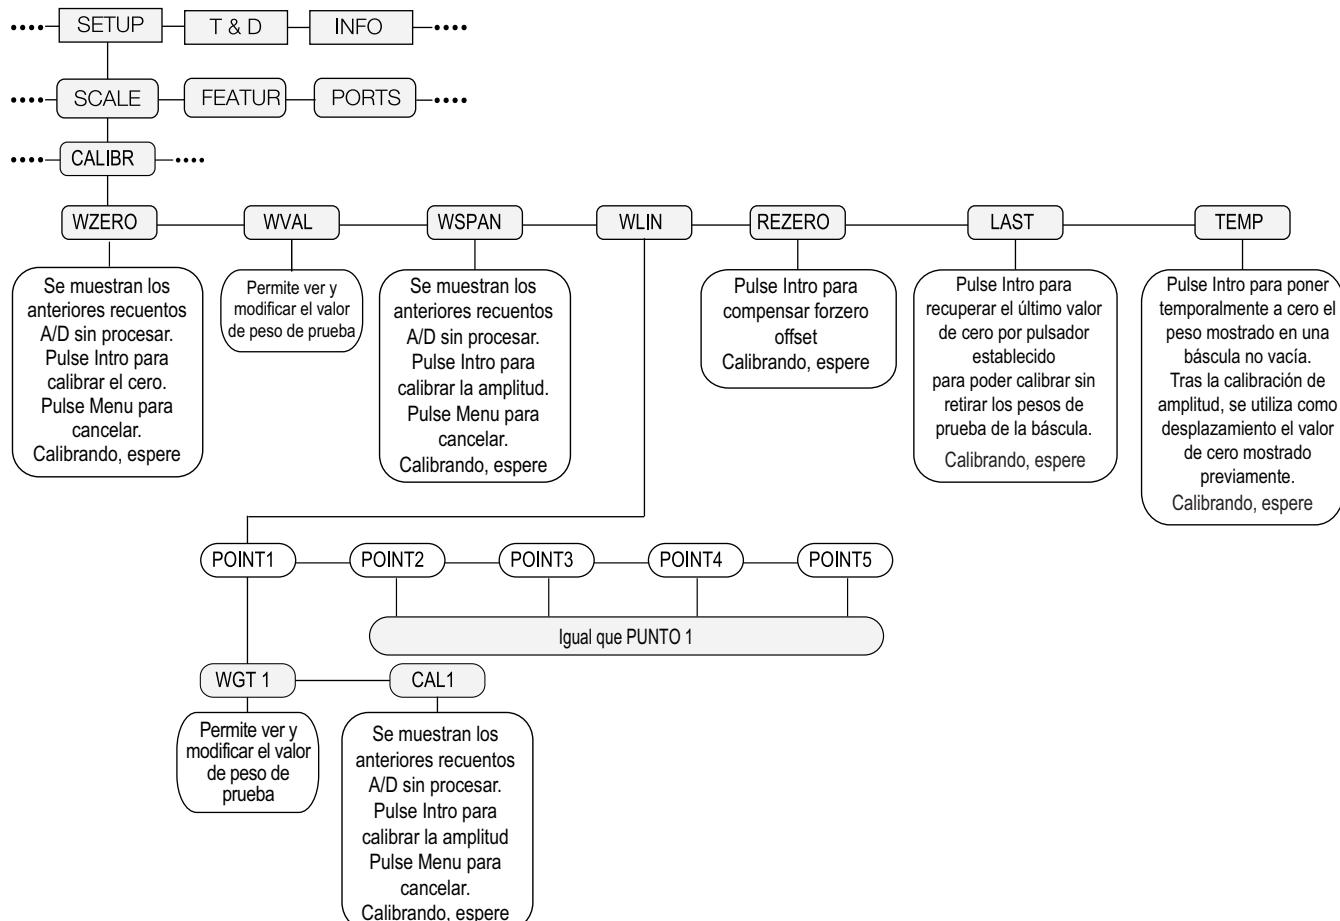

Figura 4-1. Menú de calibración (CALIBR)
- Ponga el visor en modo de configuración con el interruptor de configuración de la parte trasera de la unidad (consulte la Figura 3-1 en la página 45), o utilice  si la pista de auditoría está habilitada, y desplácese hasta CALIBR (consulte la Figura 4-1 en la página 72).